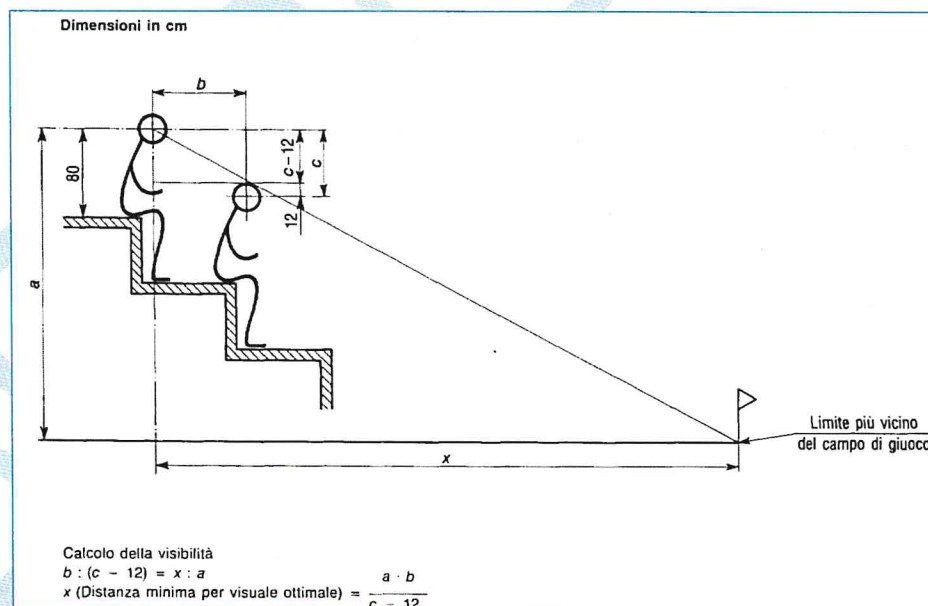

Figura 1 – Linea di visibilità.
2. La *linea di visibilità* si ottiene attraverso una costruzione geometrica come indicato in *Figura 1*.